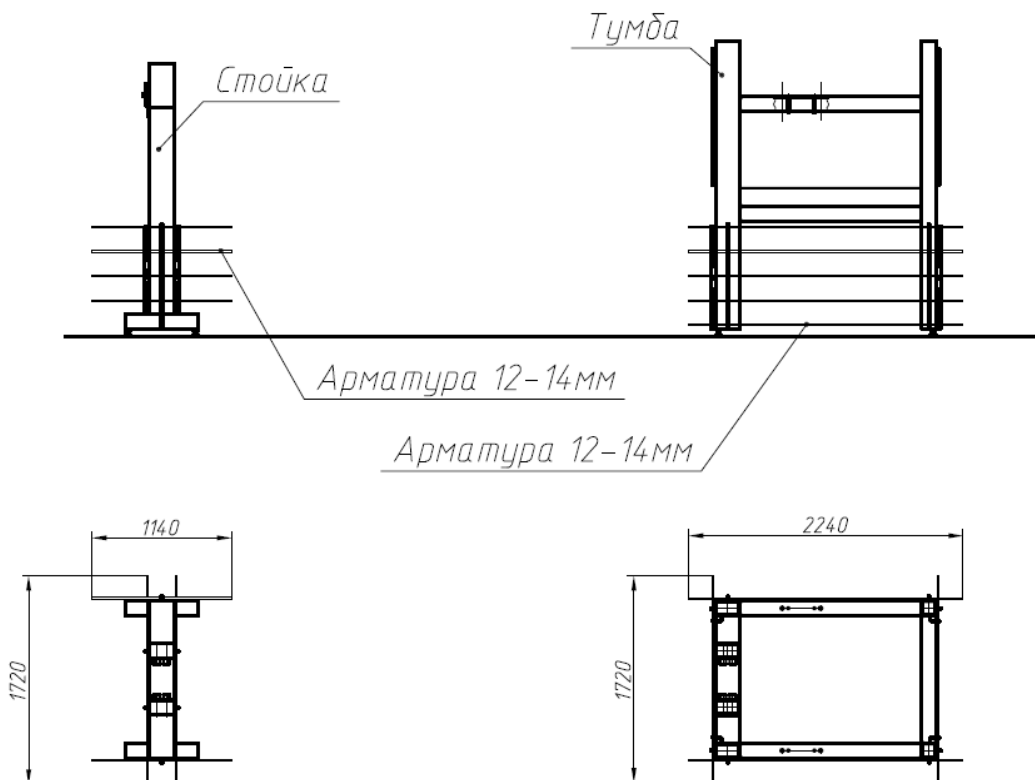

Рисунок 3
1.1.4 Установить арматурные прутки  $\varnothing 12-14$  мм в отверстия на стойке и тумбе (рис. 3) Использовать арматуру периодического профиля Класса не ниже А-III. Выполнить армирование свободного пространства фундамента с основой на получившийся каркас. Требования к армированию согласно СНиП 52-01-2003. Использовать арматуру периодического профиля Класса не ниже А-III  $\varnothing 12-14$  мм. Шаг арматуры не более 400 мм. Расстояние от арматурных стержней до края бетонирования должно быть в пределах 14-100 мм. Количество необходимой арматуры приведено в таблице 2: